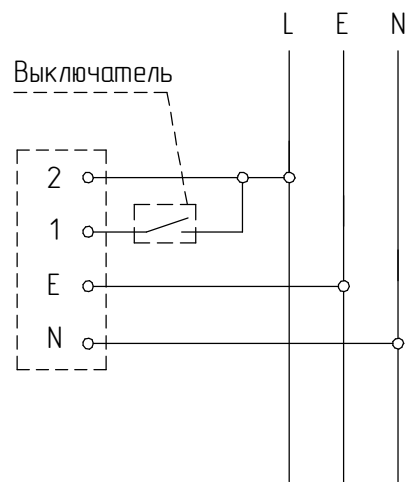

Рисунок 6 - Схема подключения светильника с БАП к сети
5.5 Подключение светильника производить согласно схеме (рис. 6). Подключите фазовый провод некоммутированной сети освещения (т.е. между фидером и светильником не должно быть никаких выключателей, кроме *автоматов защиты*) к клемме 2, а фазовый провод коммутированной сети к клемме 1.